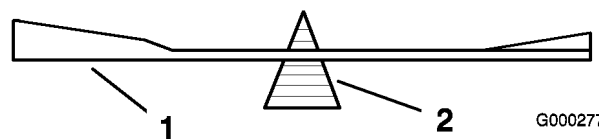
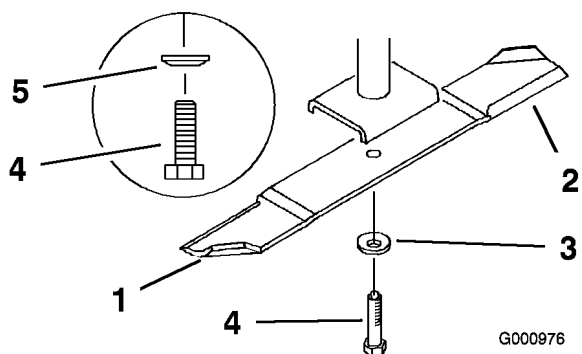

Figure 74
Figure 75
2. Retirez de l'axe le boulon, la rondelle élastique et la lame (Figure 75).
2. Vérifiez l'équilibre de la lame en la plaçant sur un équilibre (Figure 74). Si la lame reste horizontale, elle est équilibrée et peut être utilisée. Si la lame est déséquilibrée, limez un peu l'extrémité de la partie incurvée seulement (Figure 75). Répétez la procédure jusqu'à ce que la lame soit équilibrée.
1. Placez la lame sur l'axe (Figure 75).
être dirigé vers la tête du boulon (Figure 75).